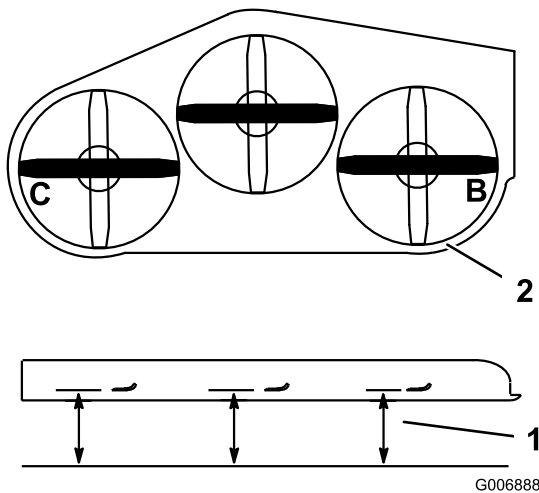

Figure 55
1. Tournez la lame droite dans le sens longitudinal (Figure 55).
2. Mesurez la distance au point **B** entre la surface plane et le tranchant de la pointe de la lame droite (Figure 55).
4. Tournez la lame gauche dans le sens longitudinal (Figure 55).
5. Mesurez la distance au point **C** entre la surface plane et le tranchant de la pointe de la lame gauche (Figure 55).